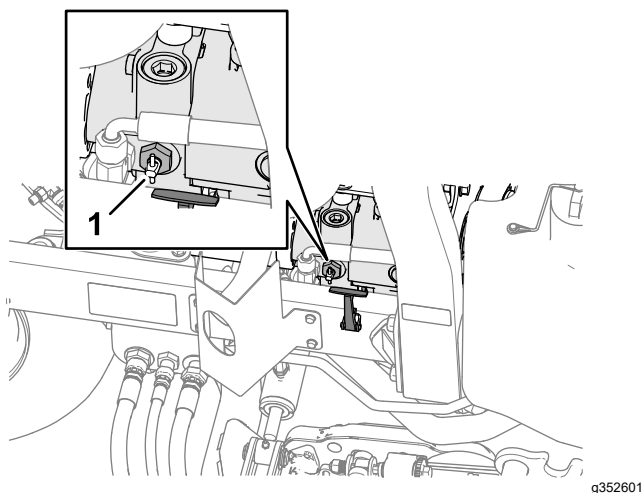

Figura 51
2. In prossimità del fermo del cofano destro, ruotate la valvola di bypass della maniglia sulla pompa (Figura 51) e ruotate la valvola di 90°.